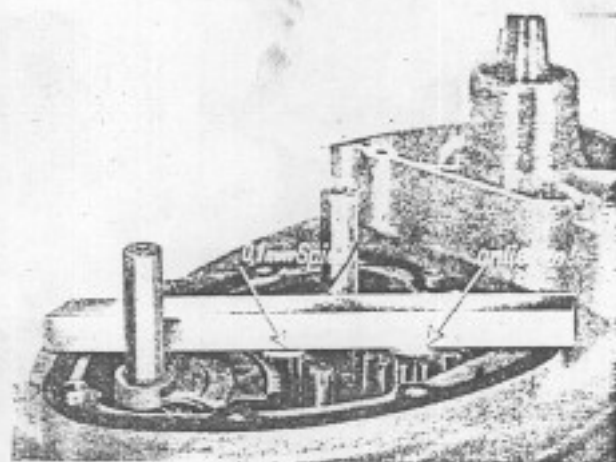

Bild 125. Prüfen des Axialspiels von Kurvenwalze und Vorgelegewelle
29. Lineal so auf Gehäuseränder auflegen, wie Bild 125 zeigt.